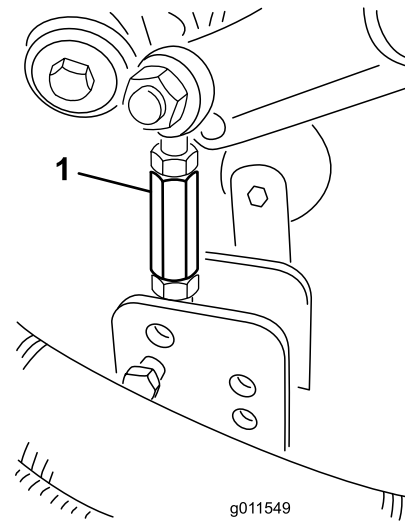

Bild 24
8. Entfernen Sie die Splints und Lastösenbolzen, mit denen die Stoßdämpferverbindungen an den Mähwerkbügeln befestigt sind (Bild 24). Fluchten Sie die Stoßdämpferverbindungs Löcher mit den ausgewählten Löchern im Schnitthöheneinstellbügel am Mähwerkrahmen ab (Bild 25), stecken die Lastösenbolzen ein und bringen die Splinte an.